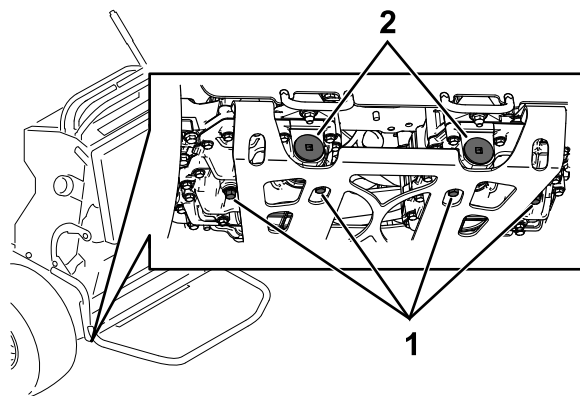

Figura 76
5. Localize o tampão de escoamento na parte inferior de cada transmissão e coloque um recipiente de escoamento debaixo dos tampões (Figura 76).